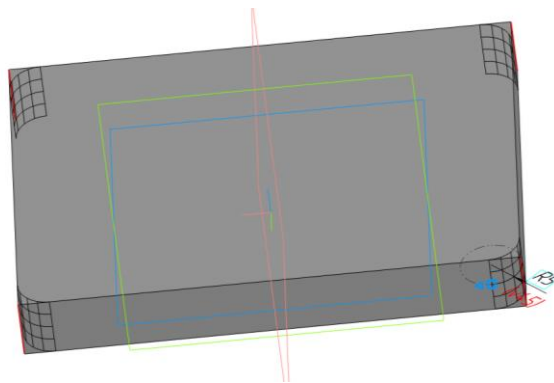

Рис. 18 Команда «Скругление»
- **Твердотельное моделирование – Элементы тела – Скругление.** Параметры операции Скругление: объекты – 4 ребра элемента выдавливания 1; способ скругления – дугой окружности; радиус скругления – 5 мм (рис. 18).